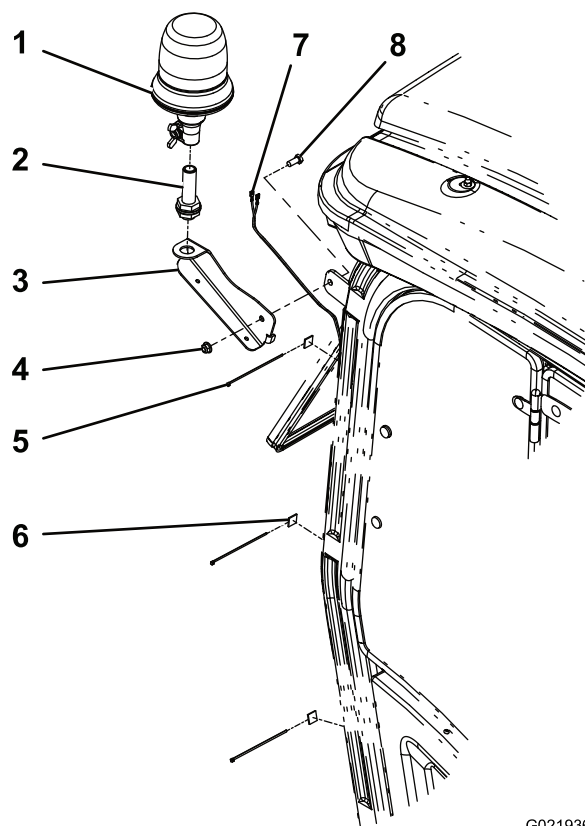

Figura 6
2. Sujete el soporte de montaje de la baliza (para cabinas) a la pestaña de la esquina derecha del bastidor de la cabina con un tornillo de 3/8 x 7/8 pulgada y una tuerca con arandela prensada de 3/8 pulgada (Figura 6).
3. Monte la base de la baliza en el soporte de montaje de la baliza con la contratuerca incluida (Figura 6).
4. Enchufe la baliza en la base y apriete la tuerca de orejeta (Figura 6).
5. Pase el arnés de cables hacia arriba, por la esquina del poste de la cabina, y enchúfelo en la base de la baliza (Figura 6).
6. Pegue las 3 bases para bridas en el poste del ROPS y sujete el arnés de cables a las bases con bridas (Figura 6).